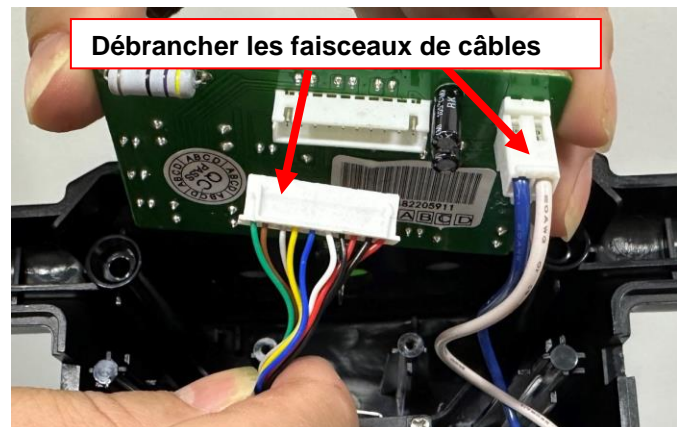

Figure 12
22. Débrancher tous les faisceaux de câbles et bornes connectés au tableau de bord (figure 12).